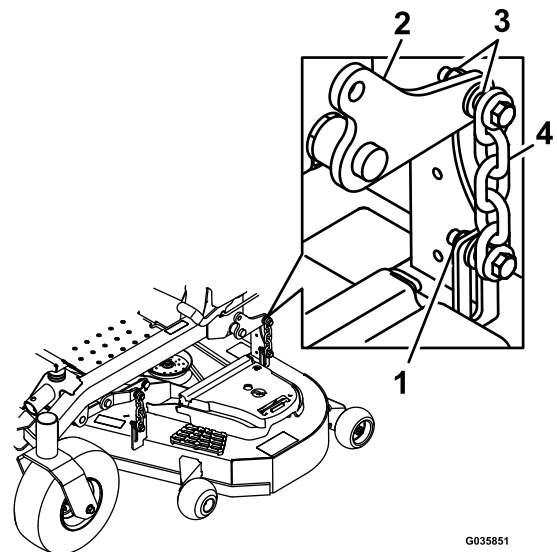

Figura 99
14. Afloje las contratuercas (Figura 99) en las cuatro esquinas y asegúrese de que la carcasa de corte quede bien asentada sobre los cuatro bloques.